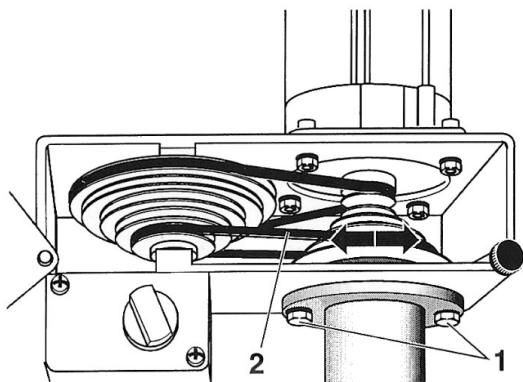

Fig. 10
3. Die Befestigungsschrauben 1 (Fig. 10) leicht lösen und das Gehäuse etwas nach rechts versetzen, damit die Keilriemen gelockert werden.
4. Unteren Keilriemen (2) in gewünschte Position bringen (siehe Aufkleber im Gehäusedeckel).
5. Gehäuse wieder nach links versetzen, bis Keilriemen wieder richtig gespannt sind und Befestigungsschrauben (1) wieder anziehen.
3. Loosen the fastening screws 1 (Fig. 10) and move the housing slightly to the right to relieve the V-belts.
5. Move the housing back to the left until both V-belts are correctly tensioned. Retighten the fastening screws (1).
3. Desserrer légèrement les vis de fixation 1 (fig. 10) puis décaler légèrement le carter vers la droite pour détendre les courroies.
4. Placer la courroie inférieure (2) sur les poulies désirées (voir diagramme sur le capot).
5. Décaler le carter vers la gauche jusqu'à ce que les courroies soient à nouveau tendues correctement et resserrer les vis (1).
3. Allentare leggermente le viti di fermo 1 (fig. 10) e spostare la carcassa un po' verso destra affinché le cinghie trapezoidali vengano allentate.
4. Portare la cinghia trapezoidale inferiore (2) nella posizione desiderata (vedere l'etichetta applicata sul coperchio della carcassa).
5. Spostare la carcassa di nuovo verso sinistra finché le cinghie trapezoidali sono di nuovo tese correttamente e serrare nuovamente le viti di fermo (1).